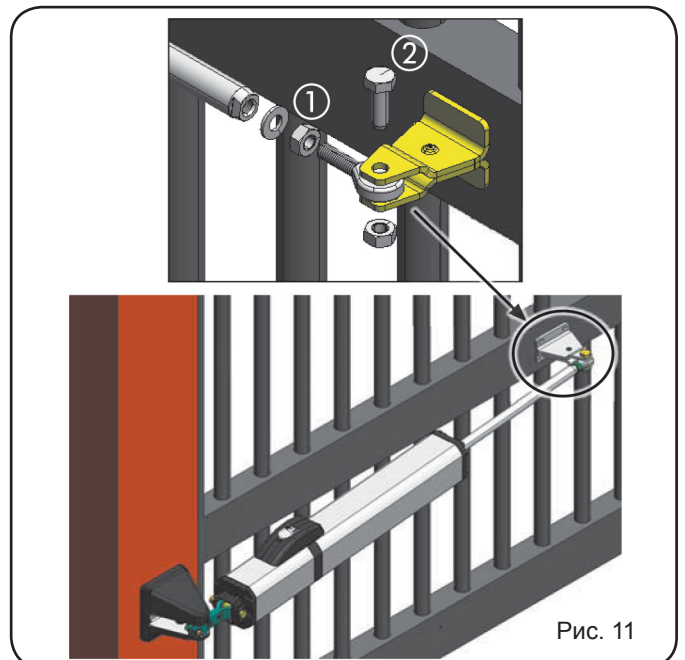

Рис. 12
11. Определите место крепления переднего кронштейна на створке ворот и отметьте точки крепления (рис. 12) (привод должен быть выставлен точно по уровню).